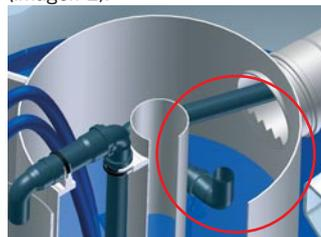

imagen 1
**Si la bomba de aire de agua tratada (7) no bombea agua, gire el codo (imagen 1).**